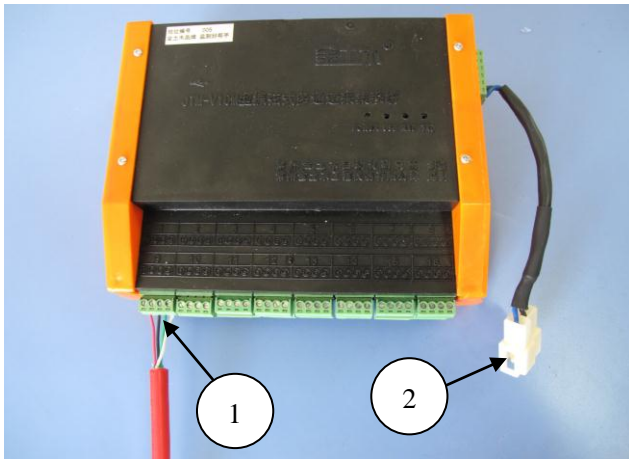
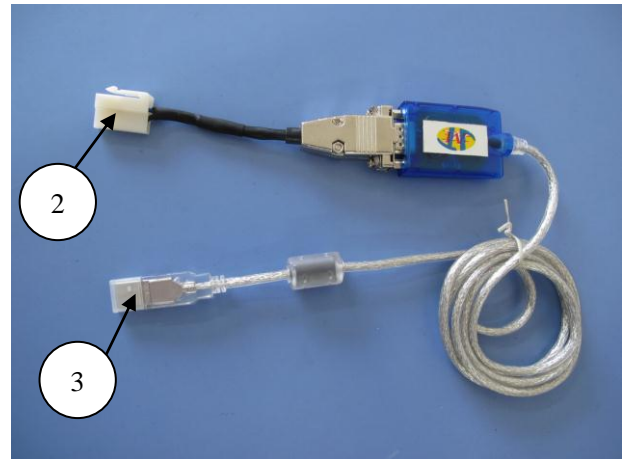
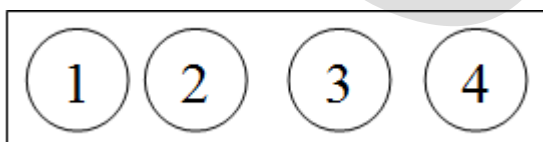
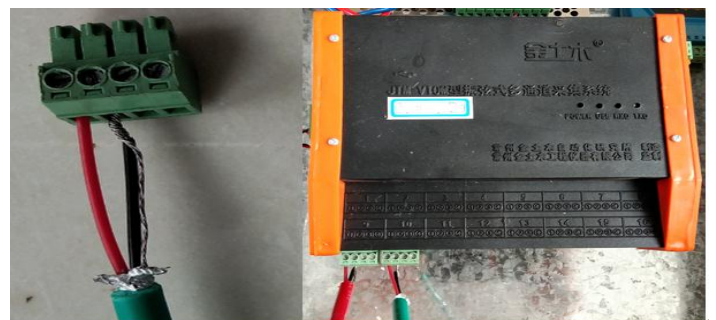

图 4: V10M 振弦式采集模块
图 5: JTM-TXM304 通信模块
图6: 通道的接入点
图7: 屏蔽线接线
如果使用的是 JTM-TXM304 的 RS 485 转 USB 通信模块(该产品为选购品)的连接为：图 4、图 5 中的②相对插，图 5 中的③与笔记本电脑的 UBS 口相对插后即可（见图 4、图 5），需要安装相应的驱动。
V10M 采集模块每个通道有 4 个接入点，见图 4 中的①处，放大图见图 6，分别为①、②、③、④。一般情况下振弦式传感器的测量电缆为四芯，其颜色分别为红、黑、绿、白。红、黑为频率输出，分别接入通道的①、②点，绿、白为温度输出，分别接入通道的③、④点。不带温度的振弦式传感器的测量电缆为两芯，其颜色分别为红、黑，分别接入通道的①、②点，通道的③、④点空着。并保证传感器测量电缆的屏蔽层线与黑色信号线并联后接入采集模块的②点，见图 7。